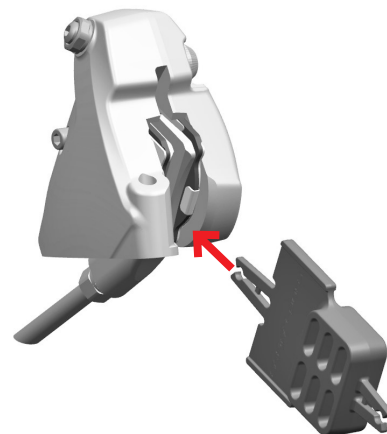
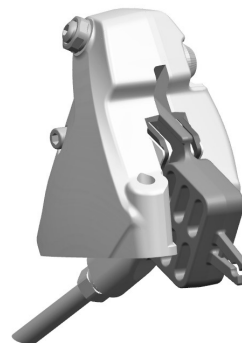

Fig.16
Fig.17
- Si les roues du vélo doivent être démontées, s'assurer d'avoir inséré l'outil pour le transport (Fig. 16 / Fig. 17) qui empêche, en cas d'actionnement accidentel des leviers de frein, le rapprochement des plaquettes de frein et donc l'impossibilité d'insérer le disque.